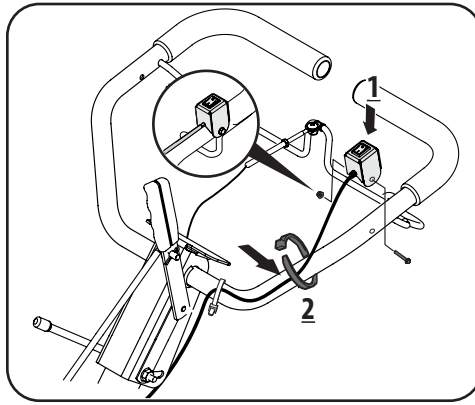

Figure 2-6
4. Fixez l'interrupteur d'arrêt d'urgence sur le côté gauche de la poignée avec le boulon 10-32 : 1,50 et l'écrou autobloquant à bride 10-32. Voir Figure 2-6 (1).
5. Retenez le fil au-dessus de la poignée gauche avec une attache. Voir Figure 2-6 (2).